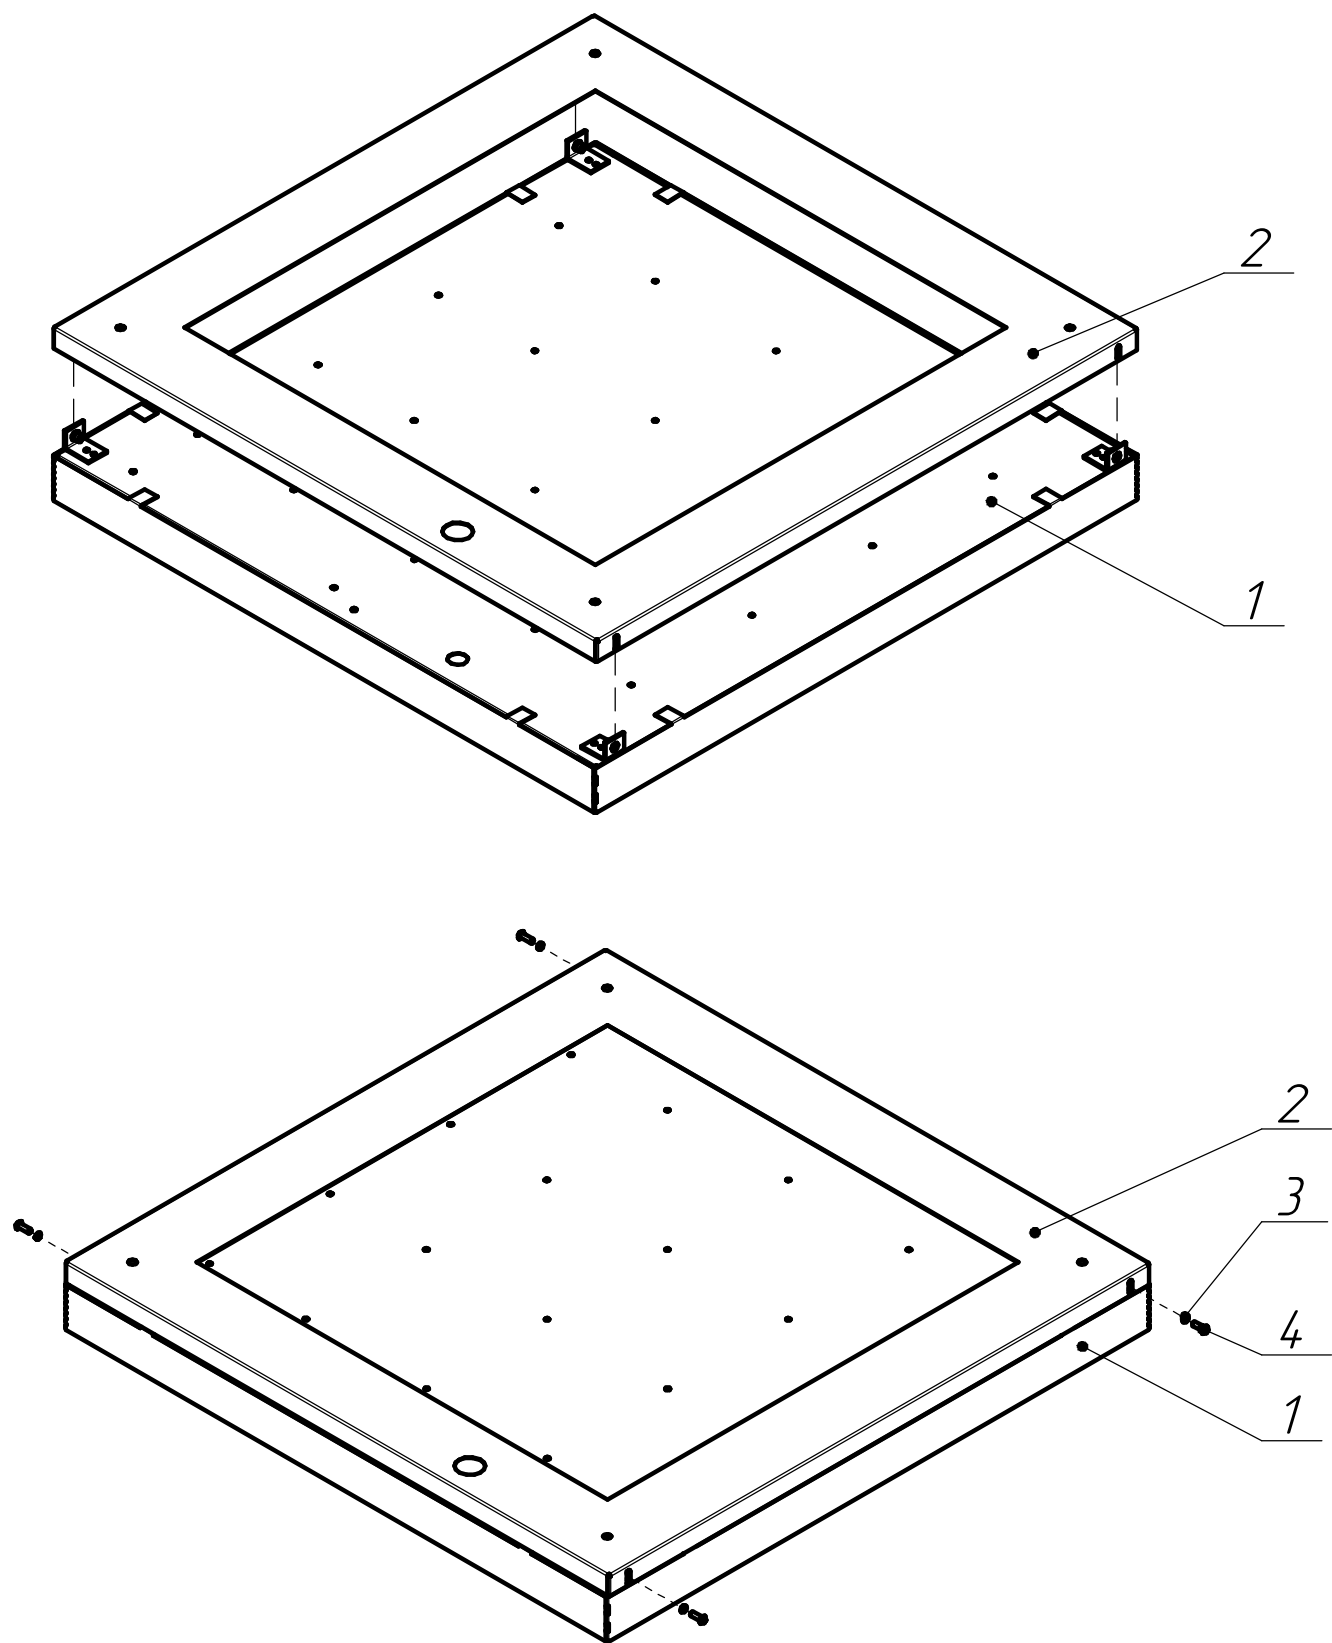

Рисунок 3. Схема установки светильника на скобу подвеса.
6.6 Установите светильник на скобу подвеса, закрепив его винтами. (см. рисунок 3).